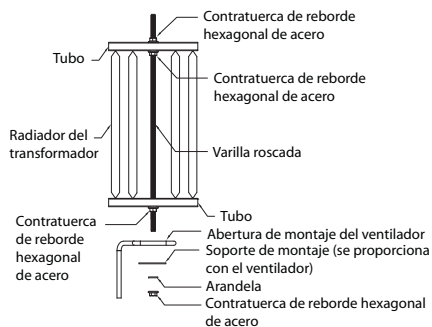

Figura 5 — Instalación de Juego de Montaje Protector Accesorio (Vista Superior)
- Monte (1) un tubo cuadrado de 3/4 de pulgada al extremo de cada una de las (4) varillas usando (2) contratueras de reborde hexagonal de acero como se muestra en la Figura 5. Apriete firmemente (asegúrese de que las tuercas no se suelten al montar la tuerca de fijación en la cara delantera del radiador).
- Monte la abertura del ventilador sobre la tuerca después de (1) soporte de montaje, la arandela y la tuerca.